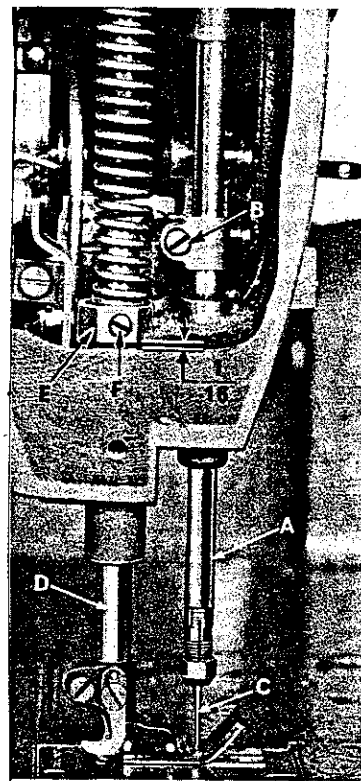
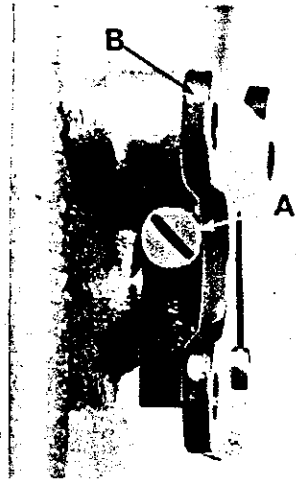

Fig. 4
Fig. 11
Alinée la barra de la aguja. Inserte un nuevo juego de agujas (tipo y tamaño según se requiere) y gire la barra de aguja hasta que las agujas correspondan con las caras verticales de la guarda-aguja. Para voltear la barra de aguja, afloje el tornillo de la barra (B, Fig. 4) y mover según sea necesario. No se ajusta la altura de la barra en este momento. Apriete el tornillo.
Coloque la barra de aguja de manera que las partes superiores de los ojos de las agujas estén a $1/64$ " de pulgada (0.39mm) por debajo de los loopers cuando las puntas de las mismas en su recorrido hacia la izquierda estén niveladas con el lado izquierdo de las agujas. En los Estilos 56500 A, B y C la parte superior de los ojos de las agujas deben estar niveladas con la parte inferior del looper cuando la punta de ésta esté nivelada con el lado izquierdo de la aguja. Si es necesario reajustar la altura de la barra, afloje el tornillo (B, Fig. 4) y mueva la barra de aguja (A) para arriba o para abajo, según sea necesario y apriete de nuevo el tornillo (B). En las máquinas de dos o tres agujas, tenga cuidado de no perder el ajuste de las varias agujas en cuanto a sus agujeros en la plancha,
Si es necesario ajustarlo, afloje el tornillo (A, Fig. 11) de la
La altura de la barra del pie prensatelas (D, Fig. 4) está correctamente fijada si es posible quitar el pie prensatelas cuando su palanca (B, Fig. 11) esté completamente deprimida. Además debe de haber aproximadamente $1/16''$ de pulgada (1.58mm) de espacio entre la superficie inferior de la conexión de la barra del pie prensatelas y el guía (E, Fig. 4) y la superficie inferior de la apertura de la cabeza en la cama de la máquina cuando la palanca levantadora del pie prensatelas se suelte y el pie prensatelas descansa sobre la plancha, con los dientes de alimentación debajo de la plancha.
En caso de que necesite ajuste, gire el volante en la dirección del trabajo hasta que la barra de la aguja esté en su posición baja. Afloje el tornillo (F, Fig. 4). Luego, mientras sostenga el pie prensatelas contra la superficie de la plancha, levante la conexión de la barra del pie prensatelas y el guía, mediante un desarmador hasta obtener un ajuste de $1/16''$ de pulgada (1.58mm) y apriete el tornillo. Compruebe el ajuste girando el volante hasta que la barra de la aguja esté en su posición alta y vea se el pie prensatelas puede sacarse de la máquina según se ha dicho en el párrafo anterior.